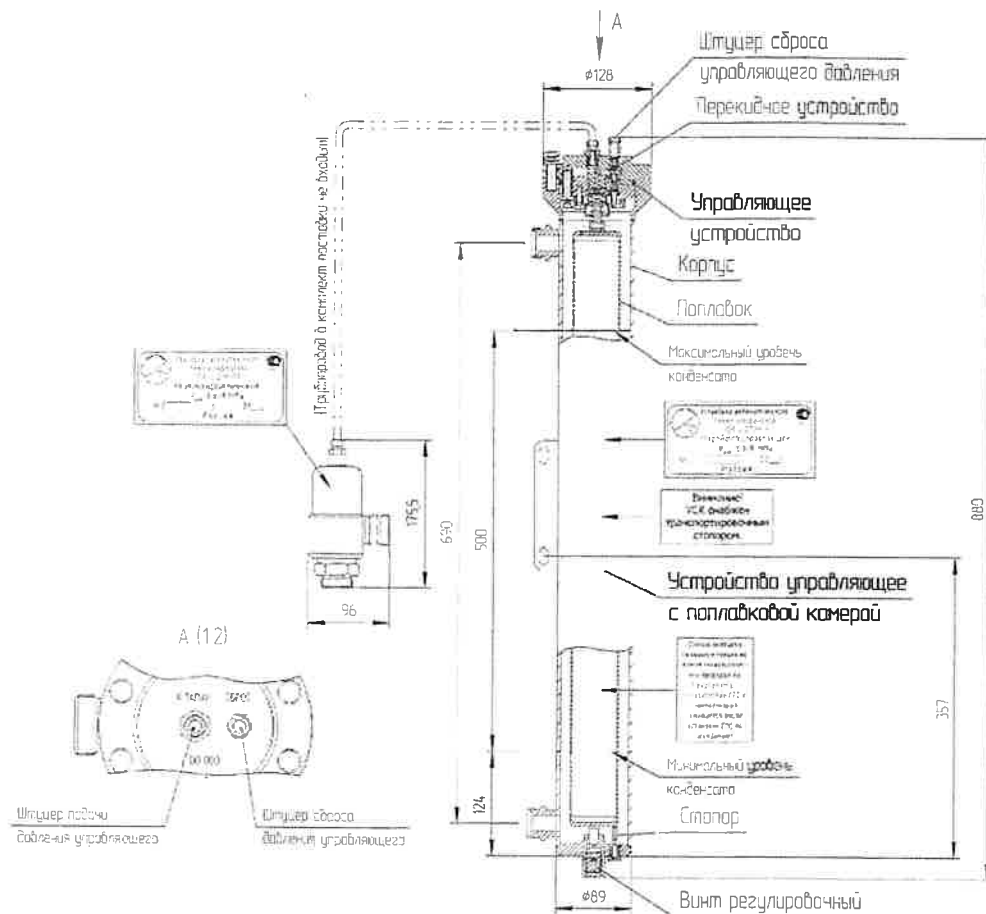

Рис.1 Общий вид
2.1. Общий вид УСК показан на рис.1.
5.2. Регламентные работы по УСК заключаются в периодической, не реже 1 раза в 2 года, смене масла в демпферной полости гидроклапана. Для смены масла необходимо отключить УСК, отсоединить трубопровод, соединяющий гидроклапан и управляющее устройство (см.рис.1), снять гидроклапан и вывернуть штуцер В гидроклапана. Вылить из масляной полости гидроклапана старое масло и залить туда 20 см³ масла МГП-12 ТУ 0253-052-00148843-9 или АМГ -10 ГОСТ 6794-75.
5.3.1. Не отключая УСК, открутить заглушку регулировочного винта (см. рис.1).
Соединить трубопроводом 8 штуцер А управляющего устройства (см.рис.1) и штуцер В гидроклапана. Соединить трубопроводом 11 штуцер сброса управляющего давления с дренажной или вентиляционной магистралью. Выходной штуцер гидроклапана соединить с емкостью 4.